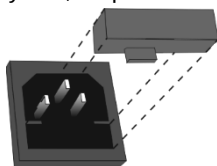

Figura 7. Sustitución de fusibles
11.4. **Sustitución del fusible.** Desconecte del circuito eléctrico. Extraiga el enchufe de alimentación de la parte trasera del aparato (fig. 1/2). Extraiga el portafusibles haciendo palanca en el hueco (figura 7). Extraiga el fusible del soporte. Compruebe y sustituya por el fusible correcto, si es necesario, **M** 3,15 A para 230 V y **M** 6,3 A para 120 V (tipo **M** - retardo: Medio).